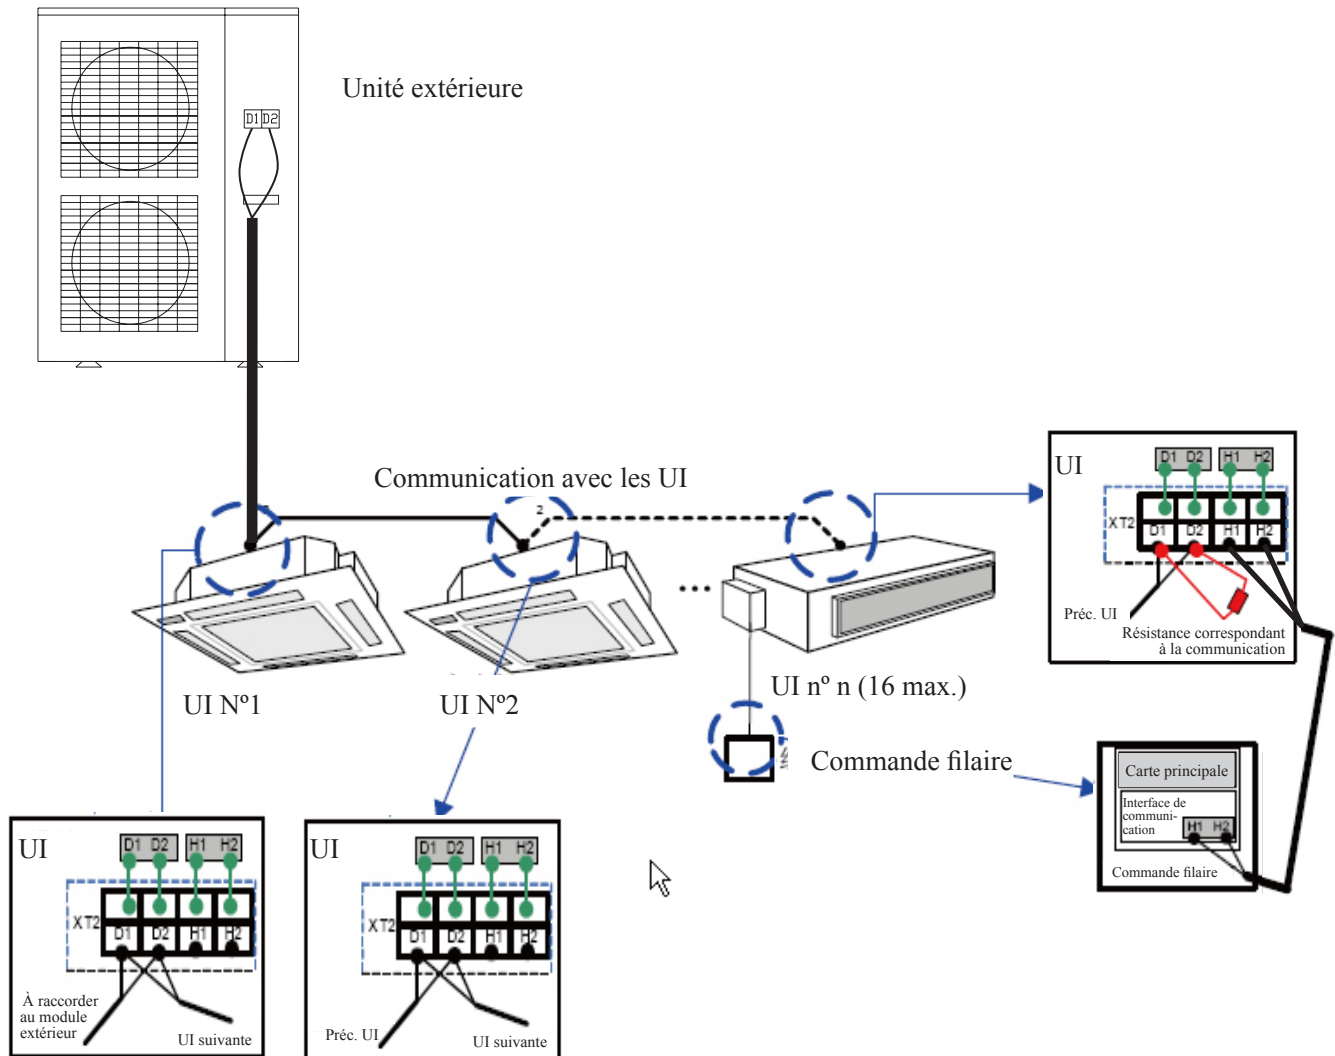

Fig. 18 Câblage de communication
- (1) Ouvrez le boîtier de câblage des unités intérieure et extérieure respectivement. Les câbles de communication traversent l'orifice prévu sur le boîtier de câblage. Raccordez les unités intérieure et extérieure conformément aux diagrammes du circuit des unités. Le modèle du câble d'alimentation dépend de la puissance de l'alimentation et de l'emplacement de pose des unités.
- (2) Raccordez les câbles de communication conformément à la Fig. 18.
- (3) Lors de la pose des unités, divisez les câbles de communication à partir du câble d'alimentation et assurez-vous que la distance minimale entre les câbles de communication et le câble d'alimentation est supérieure à 20 cm, sinon la communication des unités ne peut pas fonctionner normalement.
- (4) Raccordement entre l'unité intérieure et la carte de l'unité extérieure : les câbles électriques traversent la boucle en caoutchouc, et les câbles de communication sont raccordés au port marqué « D1, D2 ». Le câblage de communication entre les unités intérieures utilise un mode tandem, et les deux côtés du câble de communication doivent être enroulés avec une boucle magnétique.
- (5) Après vous être assuré que le câblage de communication est correct, serrez tous les câbles électriques avec une carte serre-câble respectivement, et posez le boîtier de câblage.